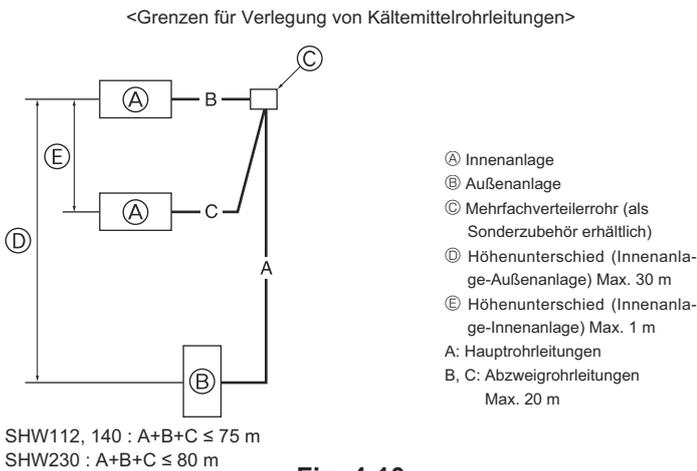

Fig. 4-10
4.8. Für Doppel-/Dreifach-/Vierfachkombination (Fig. 4-10) (nur für Klimaanlage)